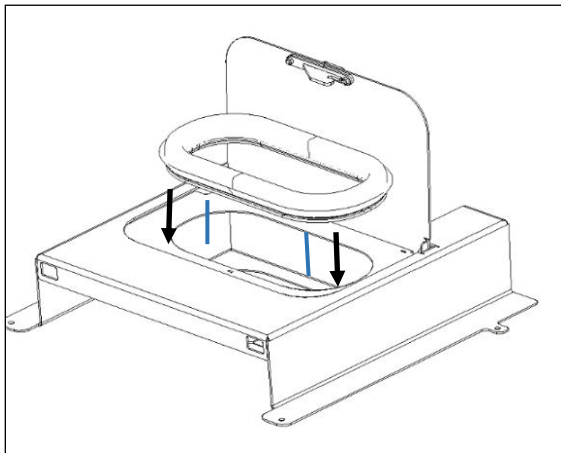

Figura 51 - Colocação da borracha de vedação no tampo superior
d) Colocar a borracha, removida na alinea c no tampo superior que se encontra no kit 1, tal como demonstra a Figura 51.